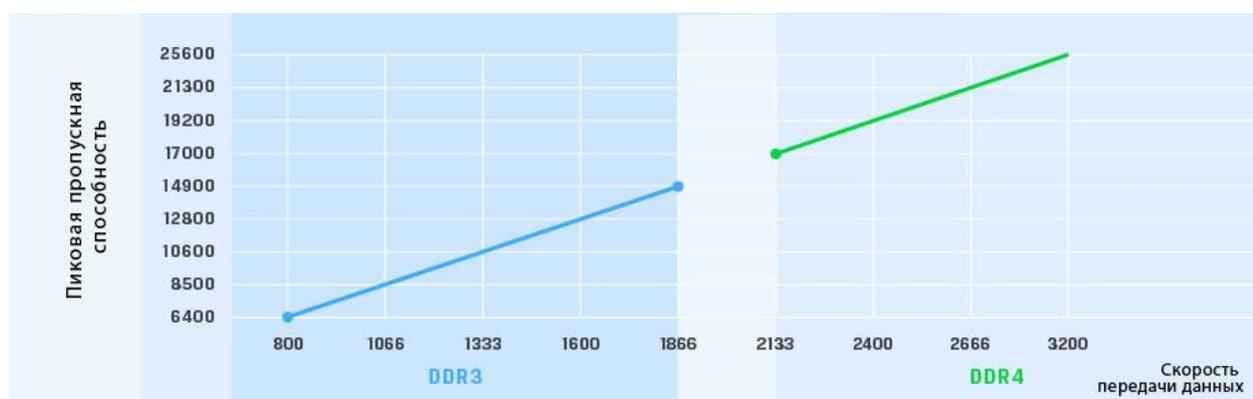

Рис. 9. Скорость передачи данных DDR4
- увеличение частоты (рис. 9);